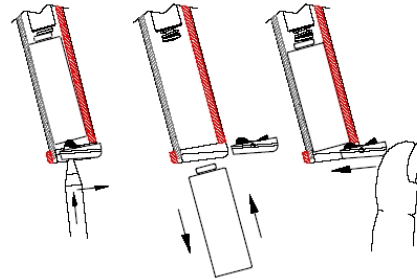

Fig. 2: Batterieaustausch
Beachten Sie die hier angegebene Vorgehensweise um die Batterie zu ersetzen. (für Spannungen <6V) (siehe Fig.2):
2. Stellen und halten Sie den ON/OFF Schalter in der Position "Test" und überprüfen Sie, ob die rote LED an ist. Ersetzen Sie die Batterie wenn die rote LED aus ist (siehe Fig.2).